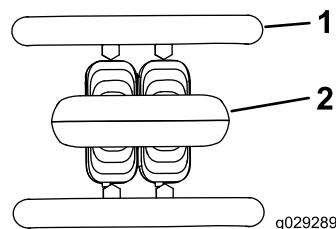

Рисунок 6
- Чтобы остановить машину, отпустите орган управления тягой (Рисунок 6).